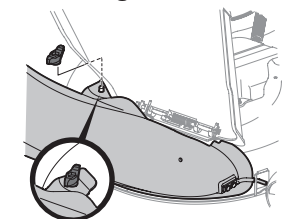

Figura 16
- Fije el codo del canal de descarga en la plataforma de corte usando una perilla de aletas (720-04122) del paquete de hardware 689-02200. Ver inserto en la Figura 16.